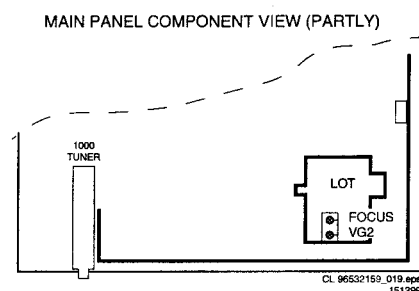

Abbildung 8-1
- Das VG2-Potentiometer, das sich bei LOT 5445 befindet (siehe Abb. 8.1), so einstellen, daß die farbige Linie in der Bildschirmmitte gerade nicht mehr sichtbar ist.
- Das Fokussierungspotentiometer, das sich bei LOT 5445 befindet (siehe Abb. 8.1), auf maximale Bildschärfe einstellen.